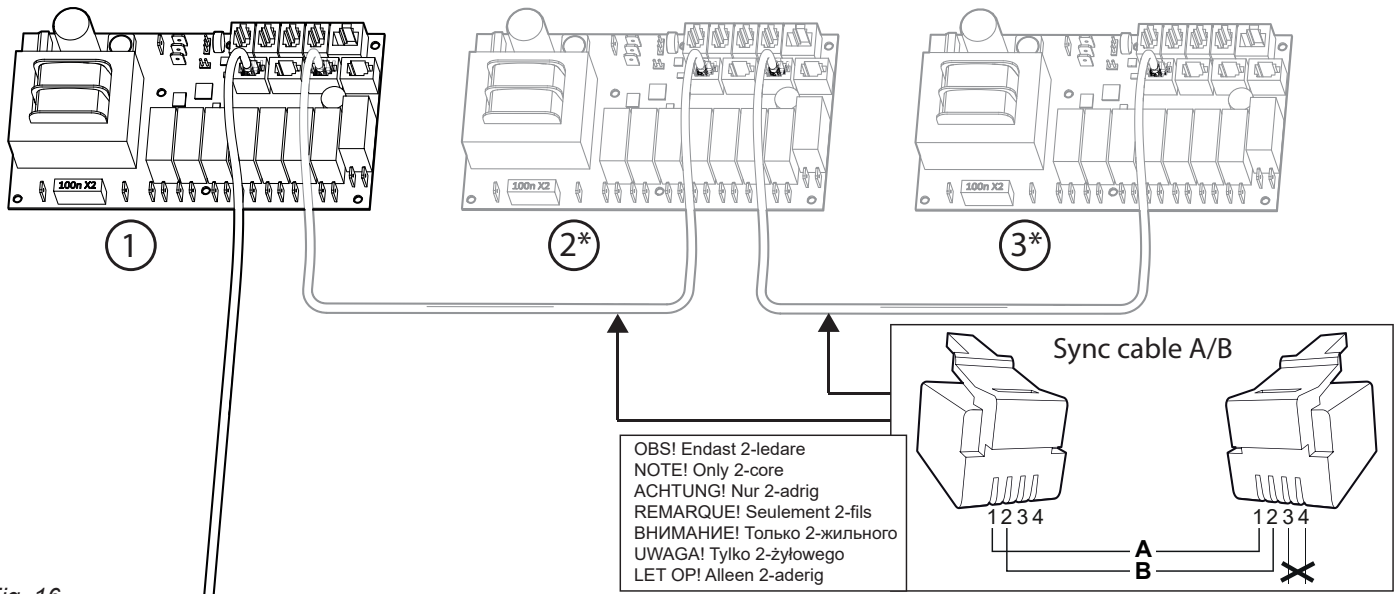

Fig. 16
Pour l'interconnexion des générateurs, il convient d'utiliser un câble basse tension (2 fils, RJ10 2P4C A/B) avec un connecteur RJ10, (Fig. 16.)
Si un générateur de vapeur doit subir une maintenance, les autres peuvent continuer à fonctionner. Un générateur désigné comme secondaire peut être déconnecté en supprimant le fil entre les cartes électroniques. (Fig. 16)
2. Débranchez le câble qui relie les cartes électroniques (Fig. 16)